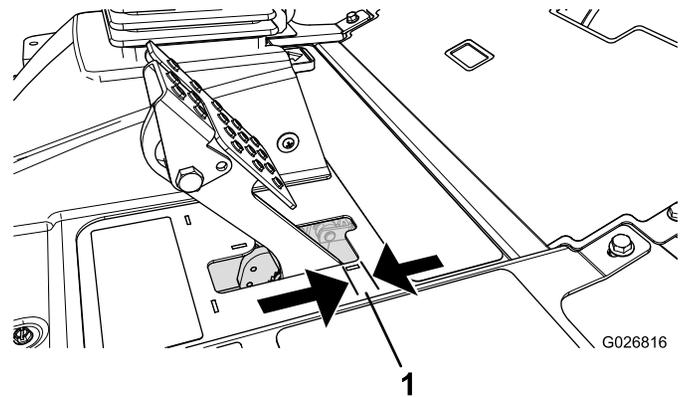

Figura 143
4. Pise ligeramente el pedal de freno y mida la distancia que el pedal se mueve sin resistencia (Figura 143).
Nota: Ajuste los frenos si el pedal de freno tiene más de 2,5 cm de holgura (Figura 143), o si se necesita más fuerza para el freno de estacionamiento.
6. Apriete la tuerca trasera para mover el cable hacia atrás hasta que el pedal de freno tenga una holgura de 6 a 13 mm (**Figura 143**) antes de que el freno de estacionamiento accione las ruedas.